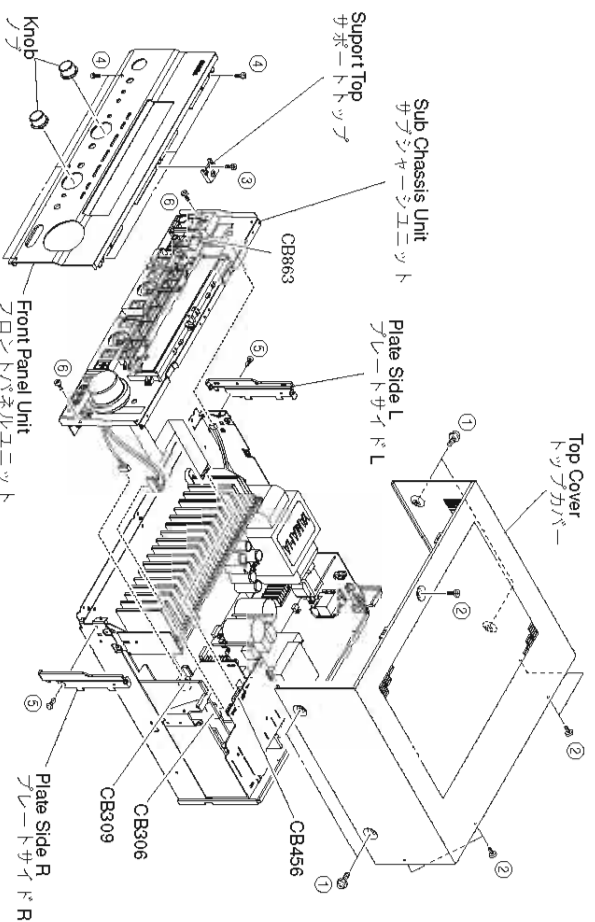

Fig. 1
- Remove 4 screws (①) and 5 screws (②). (Fig. 1)
- Slide the Top Cover rearward to remove it. (Fig. 1)
- Remove 2 Knobs. (Fig. 1)
- Remove 1 screw (③) and then remove the Support Top. (Fig. 1)
- Remove 6 screws (④) and then remove the Front Panel Unit. (Fig. 1)
- Remove 2 push rivets (⑤). (Fig. 1)
- Remove the Plate Side L/R. (Fig. 1)
- Remove 2 screws (⑥) and then slide the Sub Chassis Unit forward. (Fig. 1)
- Remove CB306, CB309, CB456 and CB863 and then remove the Sub Chassis Unit. (Fig. 1)
- ①のネジ4本、②のネジ5本を外します。(Fig. 1)
- トップカバーを後方へスライドさせ、取外します。(Fig. 1)
- ノブを2個取外します。(Fig. 1)
- ③のネジ1本を外し、サポートトップを取外します。(Fig. 1)
- ④のネジ6本を外し、フロントパネルユニットを取外します。(Fig. 1)
- ⑤のワッシャー/ハットネジ本を外します。(Fig. 1)
- プレートサイドL/Rを取外します。(Fig. 1)
- ⑥のネジ2本を外し、サブシャーシユニットを前方に引き出します。(Fig. 1)
- CB306、CB309、CB456、CB863を外し、サブシャーシユニットを取外します。(Fig. 1)